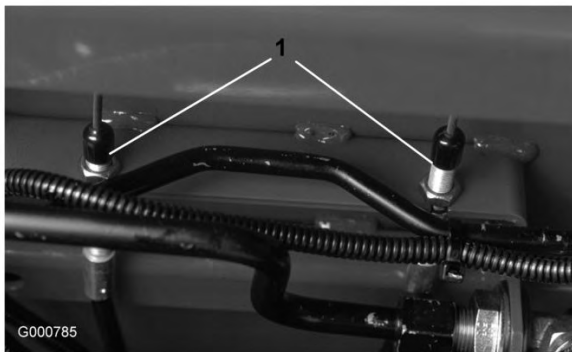

図 74
2. ブレーキの踏みしろの遊びを減らすには、まず、ブレーキ・ケーブル（図 74）の端にある前ナットをゆるめる。次に、後ろナットを締めてケーブルを後ろへ引く。行きしろが 13 mm～25 mm になるように調整する。調整ができたなら前ナットを締める。